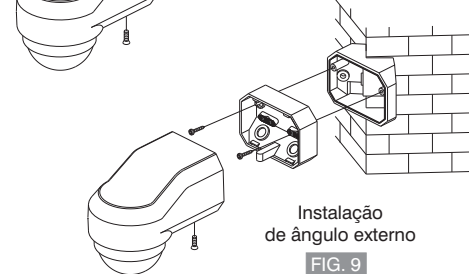
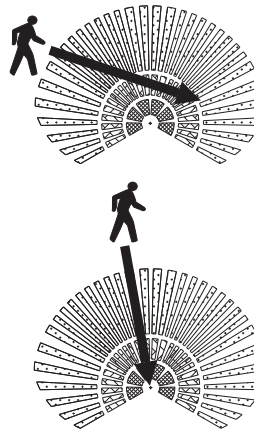

FIG. 10
FIG. 11
- O detector é mais sensível aos movimentos que atravessam o seu campo de acção (FIG. 10) e menos sensível aos movimentos em direcção ao próprio detector (FIG. 11).